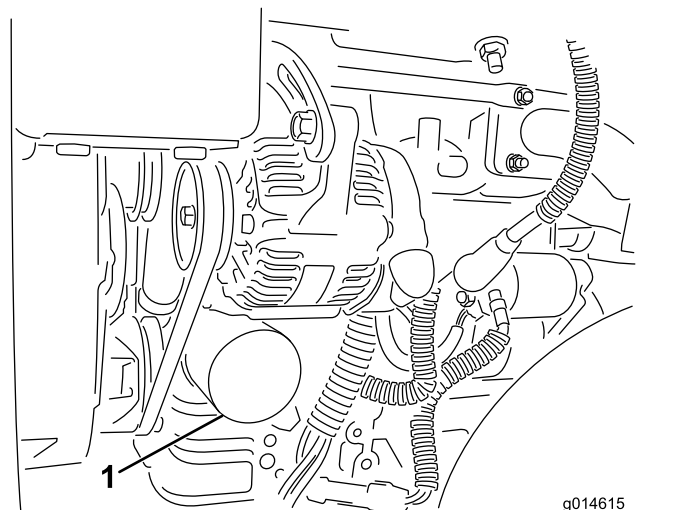

図 36
2. オイルフィルタ(図 36)を外す。新しいフィルタのガスケットに薄くエンジンオイルを塗る。